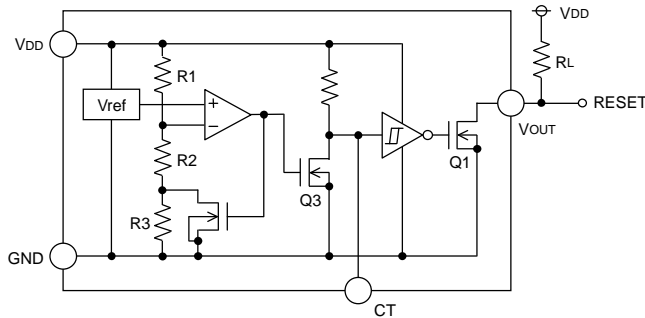
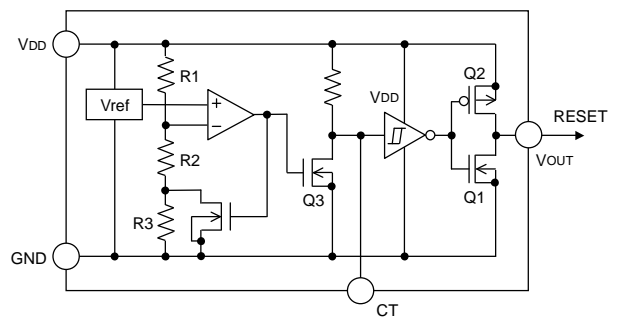

Figure.15 (BD52Exxx タイプ内部ブロック図)
Figure.16 (BD53Exxx タイプ内部ブロック図)
オープンドレインタイプ (Figure.15) と CMOS 出力タイプ (Figure.16) 共に、検出電圧及び解除電圧をスレッシュホールド電圧とし、VDD Pin に印加された電圧が各々のスレッシュホールド電圧に達した時、VOUT 端子電圧は“H”→“L”また“L”→“H”に切り換わります。BD52Exxx シリーズ、BD53Exxx シリーズは遅延機能付のため、出力が“L”→“H”に切り換わる時、外付けコンデンサ (CCT) の値で決まる遅延時間 tPLH を設定することができます。BD52Exxx シリーズでは出力形式がオープンドレイン方式であるため、プルアップ抵抗を VDD または他の電源との間に接続してください。(この場合の出力 (VOUT) H 電圧は VDD もしくは他の電源電圧になります。)
入力電源電圧 VDD を SWEEP UP 及び SWEEP DOWN させた時の入力電圧 VDD、CT 端子電圧 VCT、出力電圧 VOUT の関係は以下のようになります。(回路は P8 Figure.15,16 です。) 下図の①~⑤について説明します。